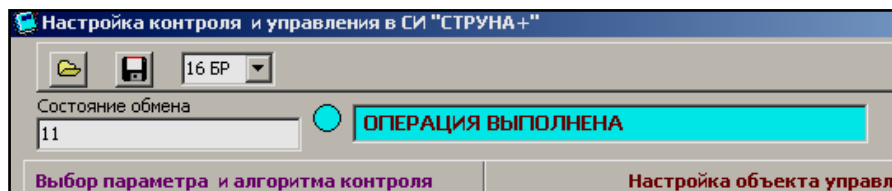

Рисунок 4.17
4.8.4 При успешной записи на верхнем табло появится надпись «ОПЕРАЦИЯ ВЫПОЛНЕНА» (рисунок 4.17).
4.9.3 При успешном чтении на верхнем табло появится надпись «ОПЕРАЦИЯ ВЫПОЛНЕНА» (рисунок 4.17).